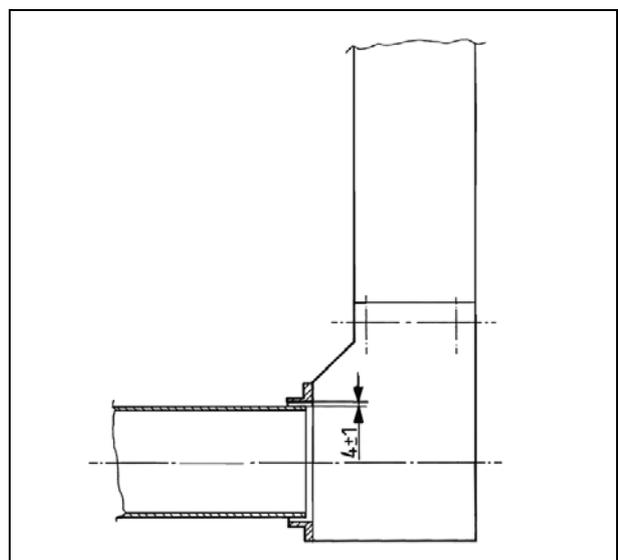

Рисунок 14
- Отрегулируйте желоб элеватора так, чтобы между трубой шнека и входным отверстием элеватора был зазор  $4 \pm 1$  мм (Рис. 14).